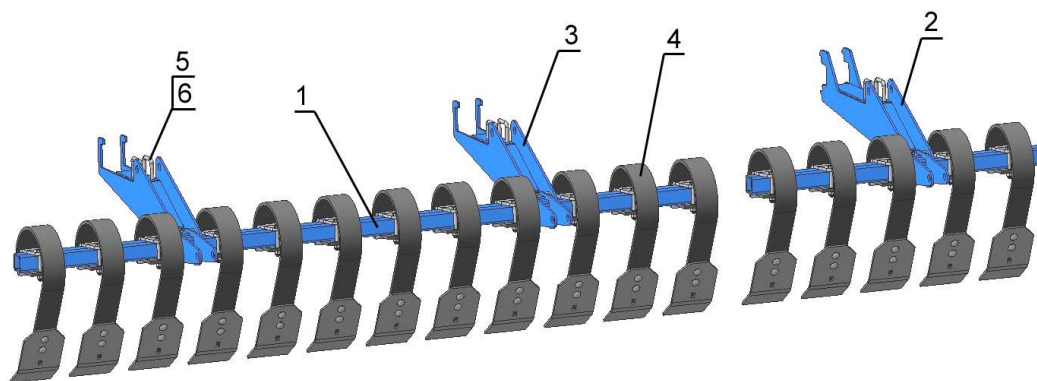

Рисунок 11 - Секция выравнивателей
3.12 На передних брусках рамы и крыльев с помощью кронштейнов поз. 2 и скоб поз. 3 устанавливаются регулируемые секции выравнивателей (рисунок 11, таблица 15), которые представляет собой набор пружинных стоек с лопатообразными лапами, закрепленных на брусе.